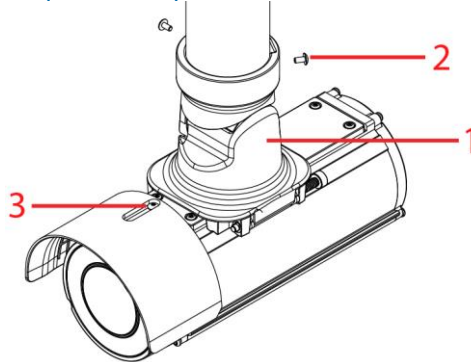

Figura 11
- F. Coloque el brazo de la placa de montaje y la cámara en el adaptador de montaje colgante (1) (Figura 11) y fije los dos tornillos M3x0.5P (L = 6 mm) utilizando la llave Torx de seguridad T10.
Nota: En caso de montar la cámara en posición invertida a una tubería NPT de 1 1/2" (48,26 mm) colgante, debe desmontar la visera desenroscando el tornillo M3x0.5P (L = 8 mm) con la llave Torx de seguridad T10 (3) (Figura 11) y vuelva a reubicar la visera en la posición mostrada en la Figura 11 utilizando el tornillo.